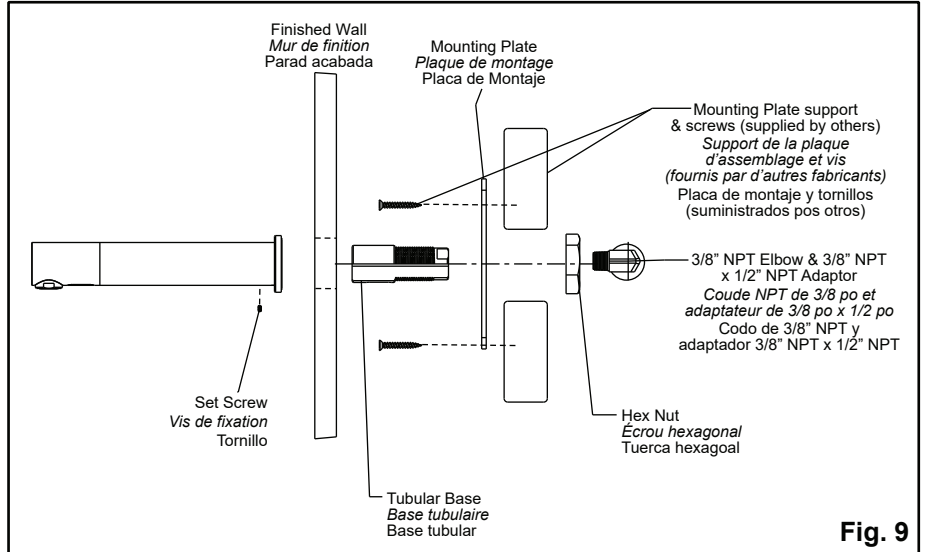

Fig. 9
- Loosen set screw from bottom of faucet assembly to remove tubular base. See Figure 9 for set screw position.
- Desserrez la vis de fixation du fond du robinet pour retirer la base tubulaire. Voir la figure 9 pour le positionnement de la vis de fixation.